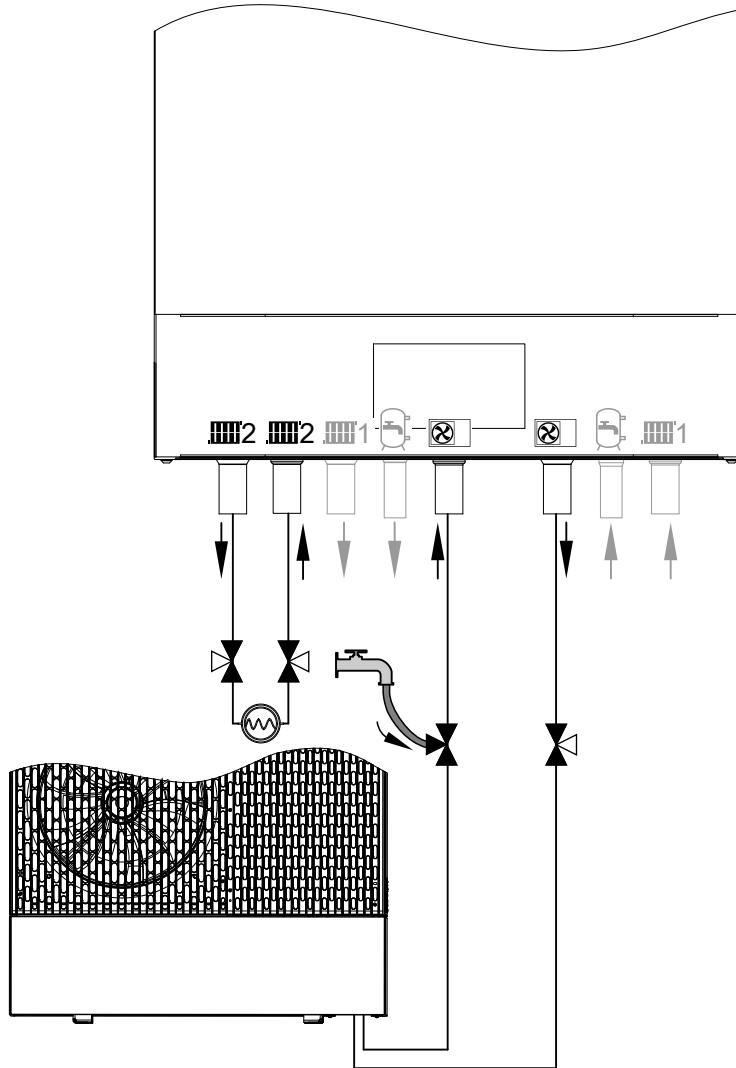

Abb. 84
Beide 3-Wege-Kugelhähne zum und vom Heiz-/Kühlkreis 2 öffnen: Siehe Abb. 84.
3. 3-Wege-Kugelhahn vom Vorlauf Außeneinheit (Heizwassereintritt Inneneinheit) gemäß Abb. 84 öffnen: **Offen in allen Richtungen**
4. 3-Wege-Kugelhahn zum Rücklauf Außeneinheit (Heizwasseraustritt Inneneinheit) öffnen: Siehe Abb. 84.